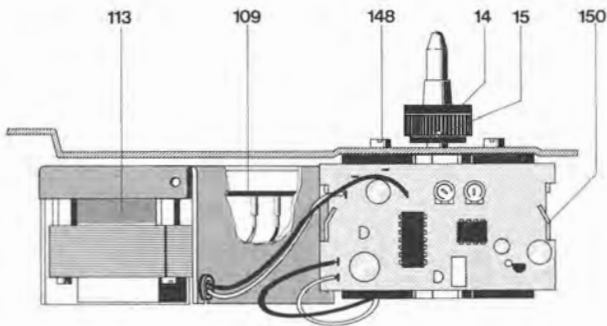

Fig. 4
1. Netzstecker ziehen. Plattenteller (4) abnehmen. Gerät in Kopflage bringen.
2. Zylinderblechschrauben (112) und Abdeckung des Netzteiles (113) entfernen.
3. Steckverbindung für Betriebsspannung an der Netzplatte (109) lösen. Verbindungsleitungen zum Drehzahlfeinregler (129) und zum Drehschalter (5) sowie zum Generator ablöten. Mit einer Flachzange die Verschränkung des Haltewinkels (150) öffnen.
5. Austausch-Motorelektronik einsetzen und Verbindungsleitungen anlöten – siehe Anschlußschema Fig. 4.
6. Abdeckung auf Netzteil schieben und mit den Zylinderblechschrauben (112) befestigen.
2. Zylinderblechschrauben (112) und Abdeckung des Netzteiles (113) entfernen. Steckverbindung für die Betriebsspannung an der Netzplatte (109) lösen.
3. Verbindungsleitungen zum Motor und Generator ablöten. Mit einer Flachzange die Verschränkungen des Haltewinkels (150) öffnen. Motorelektronik (152) abnehmen. Zylinderschraube (151) und Haltewinkel (150) entfernen.
4. Gewindestifte (15) lösen und Tellerkonus (14) abnehmen. Die drei Zylinderschrauben (148) entfernen. Motormechanik (149) abnehmen.
5. Tellerkonus (14) auf Austausch-Motormechanik stecken und befestigen. Austausch-Motormechanik mit den drei Zylinderschrauben (148) befestigen. Haltewinkel (150) mit Zylinderschraube (151) befestigen. Motorelektronik (152) einsetzen und Haltetaschen schränken. Verbindungsleitungen anlöten bzw. stecken (Fig. 4). Abdeckung auf Netzteil schieben und mit den Zylinderblechschrauben (112) befestigen.